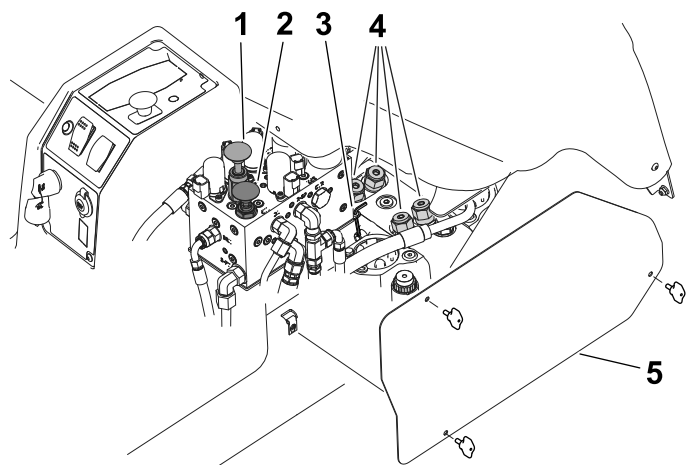

Рисунок 65
**Примечание:** Шестигранный ключ (6 мм) поставляется с машиной и расположен рядом с гидравлическим коллектором (Рисунок 65). Для выполнения этой процедуры используйте ключ.
2. Снимите панель доступа с правой стороны консоли управления (Рисунок 65).